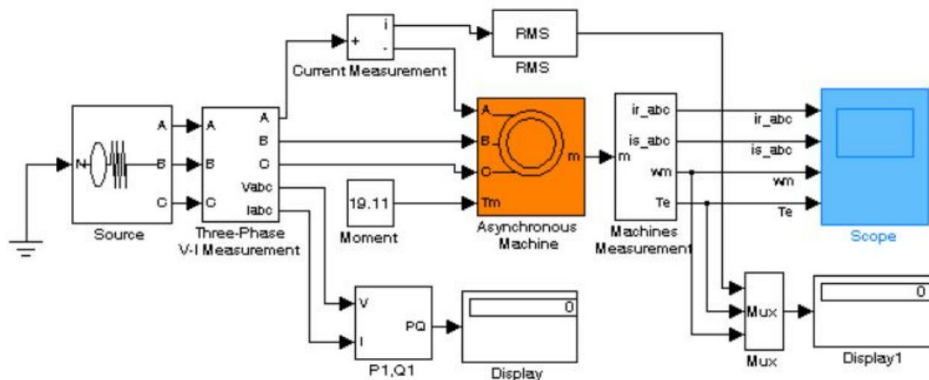

Рис.1
2. На модели, показанной на рис. 1, с учетом варианта задания указанного в табл. 1 необходимо снять механические и рабочие характеристики АД в двигательном режиме при изменении момента нагрузки от 0 до  $1,5M_n$ .